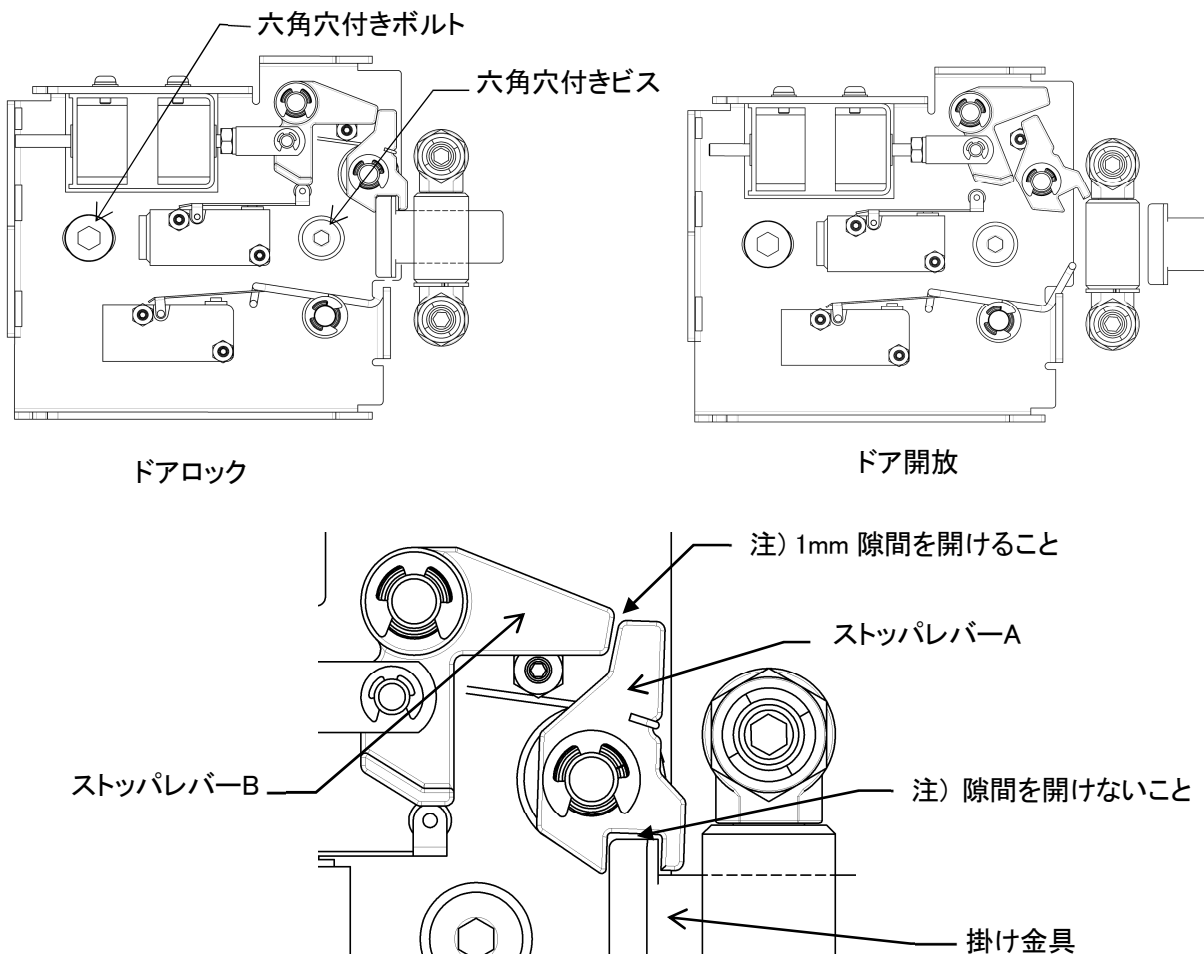

図 8-9
- ・ ドアロック及びドア開放時、図 8-9 の様になっています。
- ・ ドアロック時、ストップレバーA、B と掛け金具が図 8-9 の様にかみ合う位置に来る様に六角穴付きボルトと六角穴付きビスを緩めドアロック部を左右にずらし調整します。